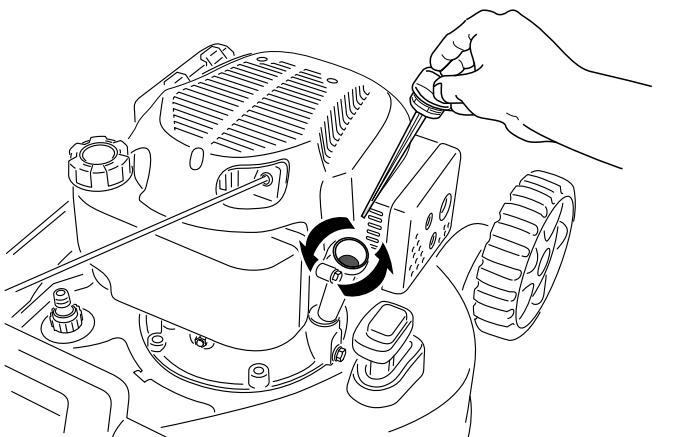

Figura 24
- Girate il tappo in senso antiorario ed estraete l'asta di livello (Figura 24).
- Inclinate la macchina sul fianco (di modo che il filtro dell'aria si trovi in alto) per scaricare l'olio usato attraverso il tubo di riempimento (Figura 24).